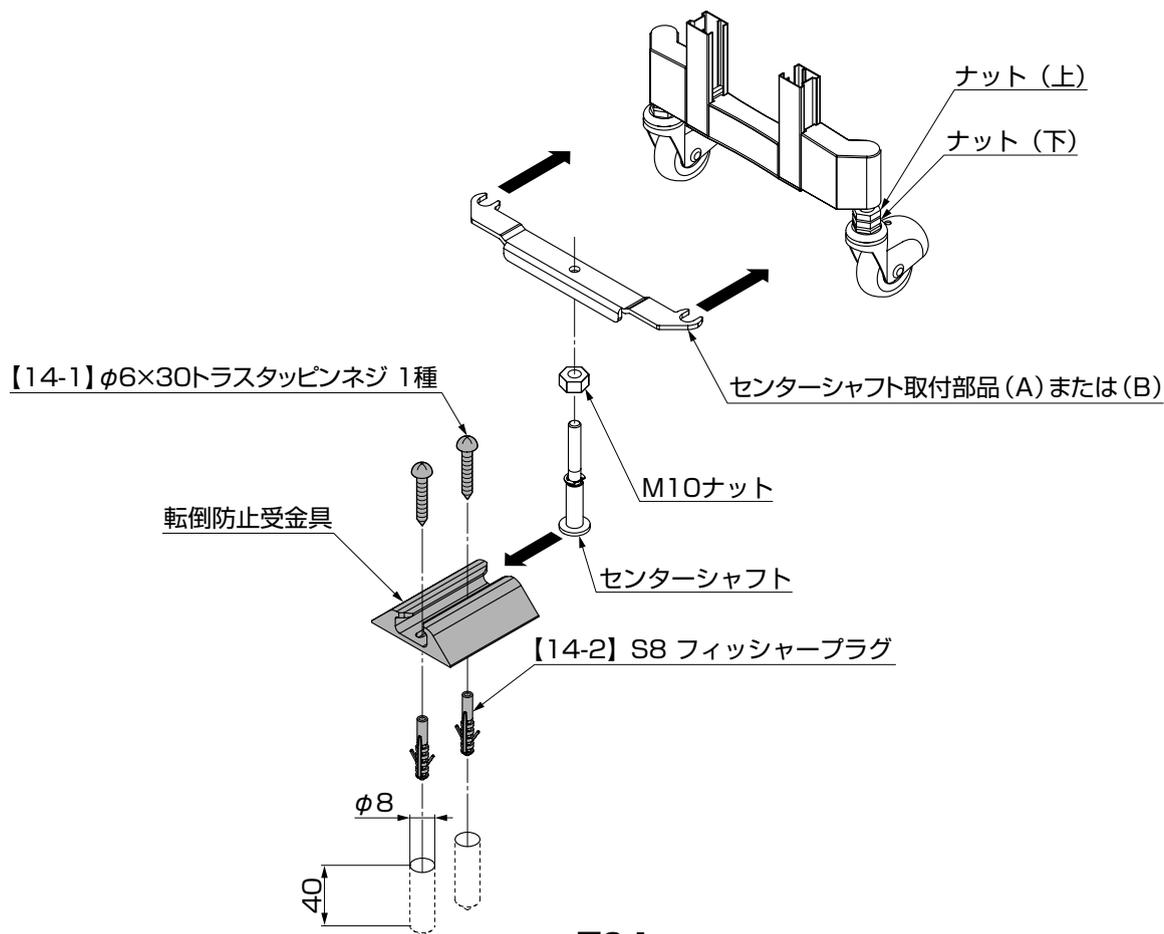

図9-1
- ① キャスター両側「ナット (上)」を下に下げてください。
- ② 「センターシャフト取付部品 (A) または (B)」を「ナット (上)」の上側に挿入して、「センターシャフト取付部品」を固定してください。(図9-1参照)
- ③ 「センターシャフト取付部品」に「センターシャフト」を固定してください。(図9-1参照)
- ④ 本体に取付けた「センターシャフト」の位置に合わせて、「転倒防止受金具」を施工してください。
- ⑤ 転倒防止受金具の長孔センター位置の地盤に、φ8深さ40以上の下孔をあけてください。(図9-1参照)
- ⑥ 【14-2】を圧入して、【14-1】で転倒防止受金具を固定してください。(図9-1参照)